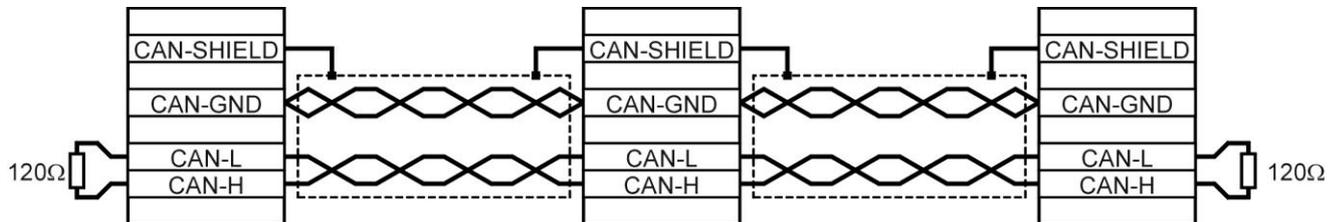

Abbildung 23: Verkabelungsbeispiel für CAN-Bus
- Die einzelnen Knoten des Netzwerkes werden grundsätzlich linienförmig miteinander verbunden, so dass das CAN-Kabel von Regler zu Regler durchgeschleift wird (Siehe Abbildung 23).